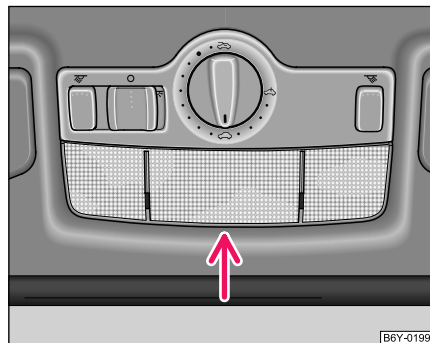

Fig. 162 Desmontar la luz de habitáculo
- Retire el cristal difusor (véase la flecha) hacia abajo de la carcasa ⇒ fig. 162.